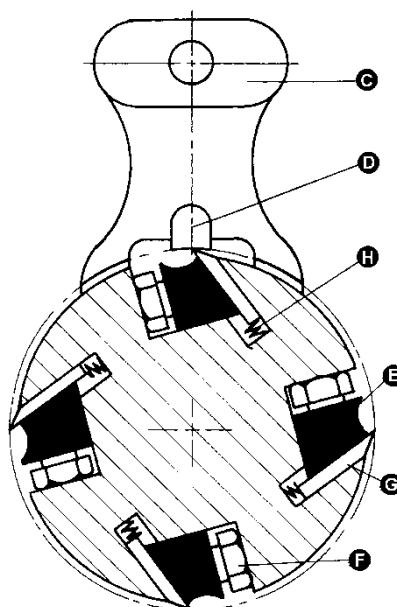

Рис. 20
3. Для проверки и регулировки ножей используйте шаблон (см. Рис. 20, 21), проверьте все четыре ножа. Ножи должны касаться нижнего края центрального выступа шаблона.
4. Если требуется регулировка одного или более ножей, немножко ослабьте прижимную планку ножа (Е, см. Рис. 20), повернув шесть стопорных винтов (F, см. Рис. 20) на прижимной планке. Поверните винты так, чтобы только ослабить прижим ножей в посадочном пазу вала, не нарушая установку и положение самих ножей. Сделайте это для всех четырех ножей единовременно.
5. Поместите шаблон на нож (G, см. Рис. 20), продолжайте ослаблять стопорные винты (F, см. Рис. 20), пока пружины (Н, см. Рис. 20) не начнут поднимать нож. Когда нож коснется центрального выступа (D, см. Рис. 20) зафиксируйте прижимную планку, немножко закрутив шесть стопорных винтов (F, см. Рис. 20) в пазу.
7. После того, как все четыре ножа закреплены винтами, тую закрутите шесть стопорных винтов (F, см. Рис. 20, 21) первого ножа в пазу, начиная с винтов по краям, затем центральные винты, пока нож не будет надежно закреплен в строгальном
3. Чтобы снять нож, ослабьте прижимную планку (E, см. Рис. 20), повернув шесть стопорных винтов (F, см. Рис. 20) на прижимной планке. Снимите прижимную планку (E, см. Рис. 20), нож (G, см. Рис. 20) и пружины (H, см. Рис. 20).
8. Поместите на нож шаблон (C, см. Рис.20).
9. Придерживая шаблон на ноже, ослабьте все шесть стопорных винтов (F, см. Рис. 20), поворачивая их на прижимной планке (E, см. Рис. 20), пока режущий край не коснется выступа (D, см. Рис. 20) на шаблоне. Зажмите прижимную планку, закрутив обратно шесть стопорных винтов в пазу.
11. После того, как все четыре ножа закреплены винтами, поставьте на место и закрутите шесть стопорных винтов (F, см. Рис. 20) в пазу, начиная с винтов по краям, затем центральные винты, пока нож не будет надежно закреплен в валу. Таким же образом затяните три оставшихся ножа.